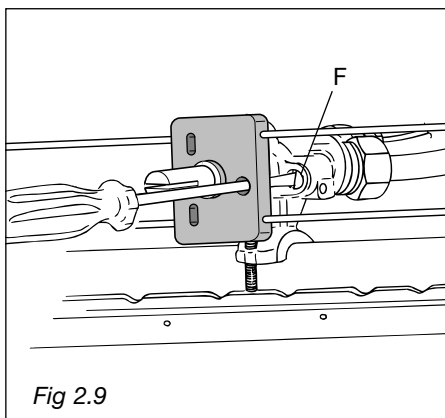

Fig. 2.9
- En vous servant d'un tournevis fin, passez par le trou du microcontact et tournez la vis F jusqu'à ce que le réglage soit correct (fig. 2.9).